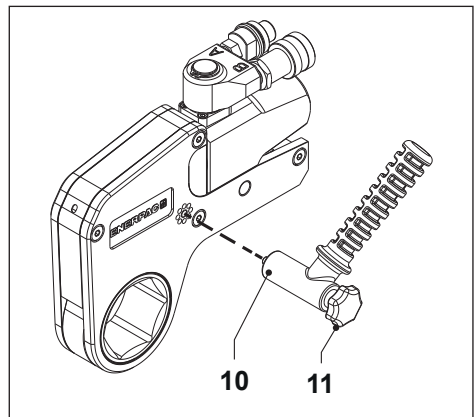

Abb. 3
3.2 Befestigung des Positionierungshebels (Abb. 3)
- Sichern Sie den Positionierungshebel (10) mithilfe der Flügelschraube (11). Der Positionierungshebel kann auf beiden Seiten des Drehmomentschlüssels installiert werden.